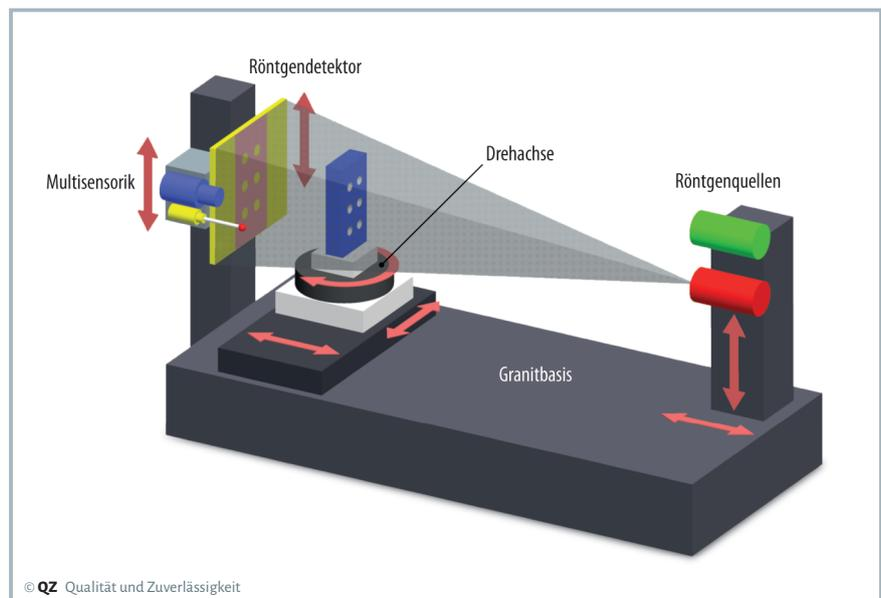

Bild 1. Aufbau eines Koordinatenmessgeräts mit Computertomografie-Sensor (Quelle: Werth Messtechnik)
**BEI KOORDINATENMESSGERÄTEN** mit Computertomografie (CT)-Sensorik wird das Werkstück zwischen Röntgenquelle und Detektor positioniert (Bild 1). Das Drehen des Werkstücks ermöglicht die Aufnahme von 2D-Durchstrahlungsbildern aus unterschiedlichen Richtungen. Dabei wird die Röntgenstrahlung abhängig von Material und Durchstrahlungslänge abgeschwächt. Aus den Durchstrahlungsbildern wird mithilfe mathematischer Verfahren ein 3D-Modell des Werkstücks rekonstruiert. Dieses ist aus dreidimensionalen Voxeln (Volumen-Pixeln) zusammengesetzt und wird daher auch als Voxelvolumen bezeichnet.
Entscheidenden Einfluss auf die Strukturauflösung haben der Detektor und die Röntgenquelle. Die Größe des Detektors begrenzt die Größe des Messbereichs bei „Im Bild“-Messungen, da sich das Werkstück komplett im Kegelstrahl zwischen Brennfleck der Röntgenquelle und Detektor befinden muss (Bild 1). Durch die Pixelgröße und -anzahl (Auflösung) des Detektors ergibt sich, wie fein das Werkstück oder der jeweils erfasste Werkstückbereich durch das 3D-Voxelraster aufgelöst wird.